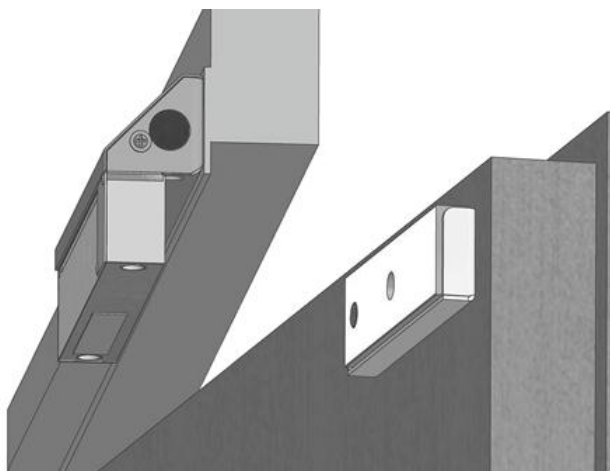

Рисунок 11 - Крепление корпуса замка с помощью монтажного комплекта **МК AL-400FB-DP** для дверей, открывающихся наружу.
- монтажный комплект МК AL-400FB-DP для дверей, открывающихся наружу, (рисунок 11);